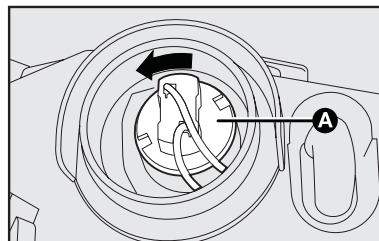

fig. 14
- girar en el sentido anti horario el porta lámparas **A-fig. 14** y desapretarlo;